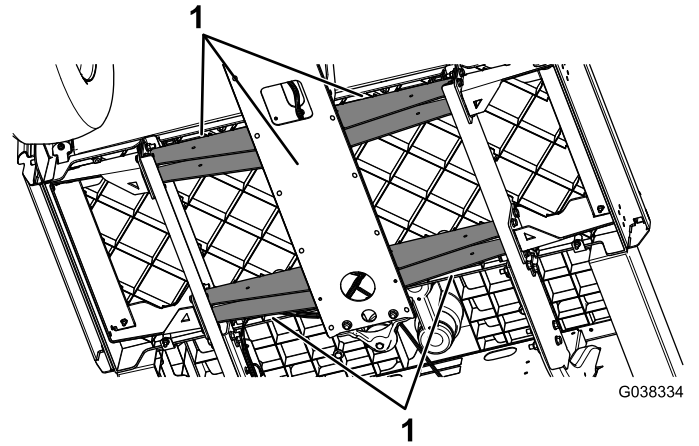

Figura 3
2. Utilice un gato de suelo bajo el bastidor para apoyar la parte delantera de la máquina (Figura 3).